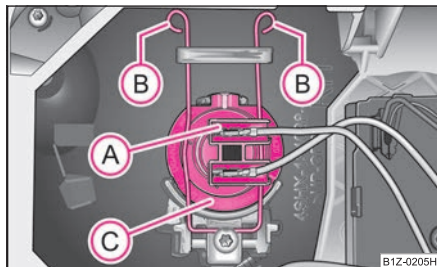

Fig. 231 Demontarea becului luminii de întâlnire
- Decuplați ștecărul (A) ⇒ fig. 231.
- Apăsați mânerul de sârmă (B) înspre far și apoi apăsați-l în lateral.
- Scoateți becul (C) și montați-l pe cel nou, astfel încât elementele de fixare ale soclului să intre în orificiile din reflector.